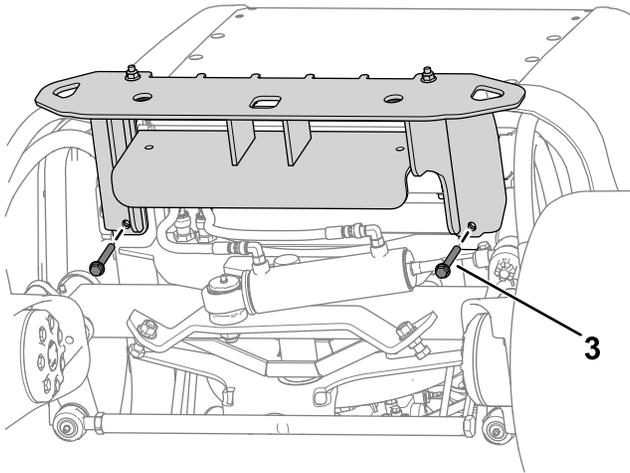

Figure 16
2. Avec 4 boulons ($\frac{3}{8}$ " x $3\frac{1}{4}$ ") et 4 écrous ($\frac{3}{8}$ "), fixez la partie supérieure du pare-chocs au cadre de la machine (Figure 16).
3. Avec 2 boulons ($\frac{3}{8}$ " x $2\frac{3}{4}$ " et 2 écrous ($\frac{3}{8}$ "), fixez le pare-chocs sous le cadre de la machine (Figure 16).